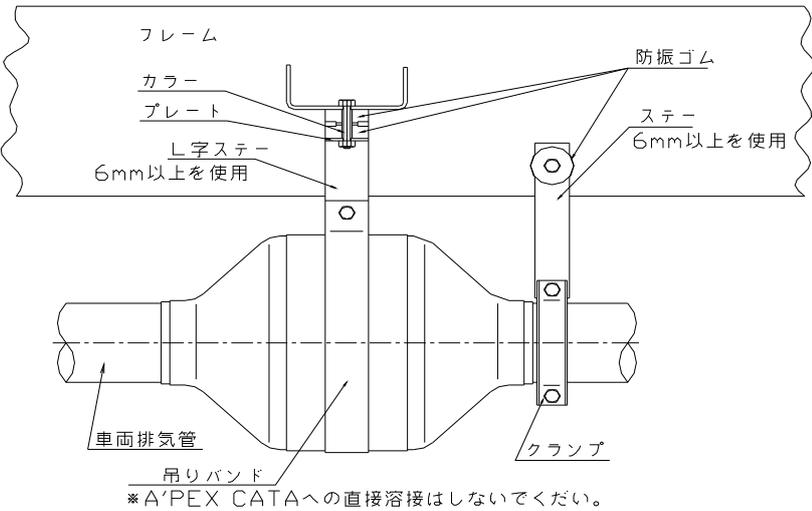

図9
- ・ 純正排気管が車両横出しの場合、テールパイプの吊りを利用し、図9の様に搭載すること。